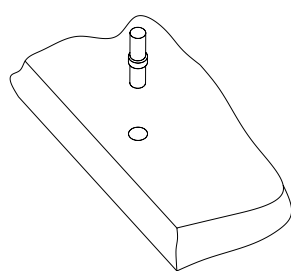

Рис.3
2. Вставить полкодержатели в плоскостные отверстия деталей 3, 4, 5, 6 (Рис. 3).